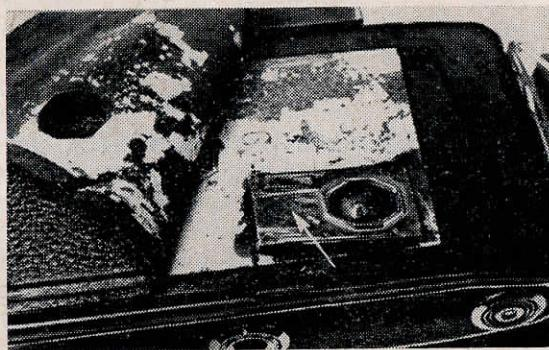

Рис. 32. Удаление обклейки камеры и декоративного щитка
**Поврежден красный светофильтр** (окошечко контроля пленки, рис. 32). Исправляется следующим образом. Кисточкой, смоченной в спирте, увлажняется обклейка задней крышки. Затем берут мокрую отжатую ткань, сложенную в три-четыре раза, и накладывают на место отклеивания. На ткань накладывают горячий утюг и держат его до тех пор, пока крышка хорошо прогреется.